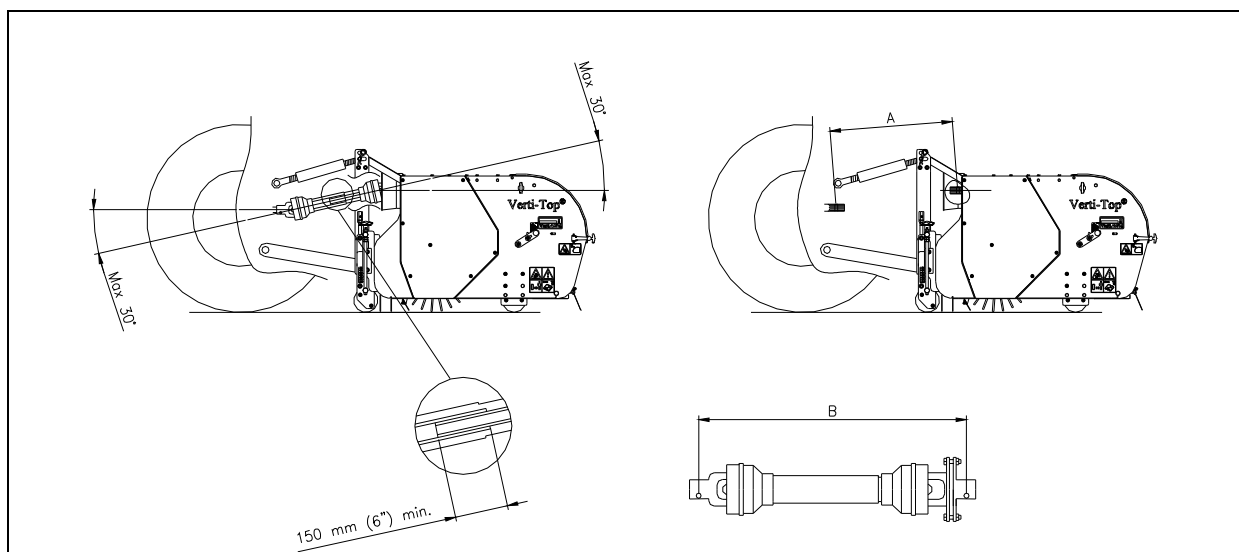

Fig. 10
4.1 COMPRIMENTO DA TOMADA DE POTÊNCIA (fig. 10)